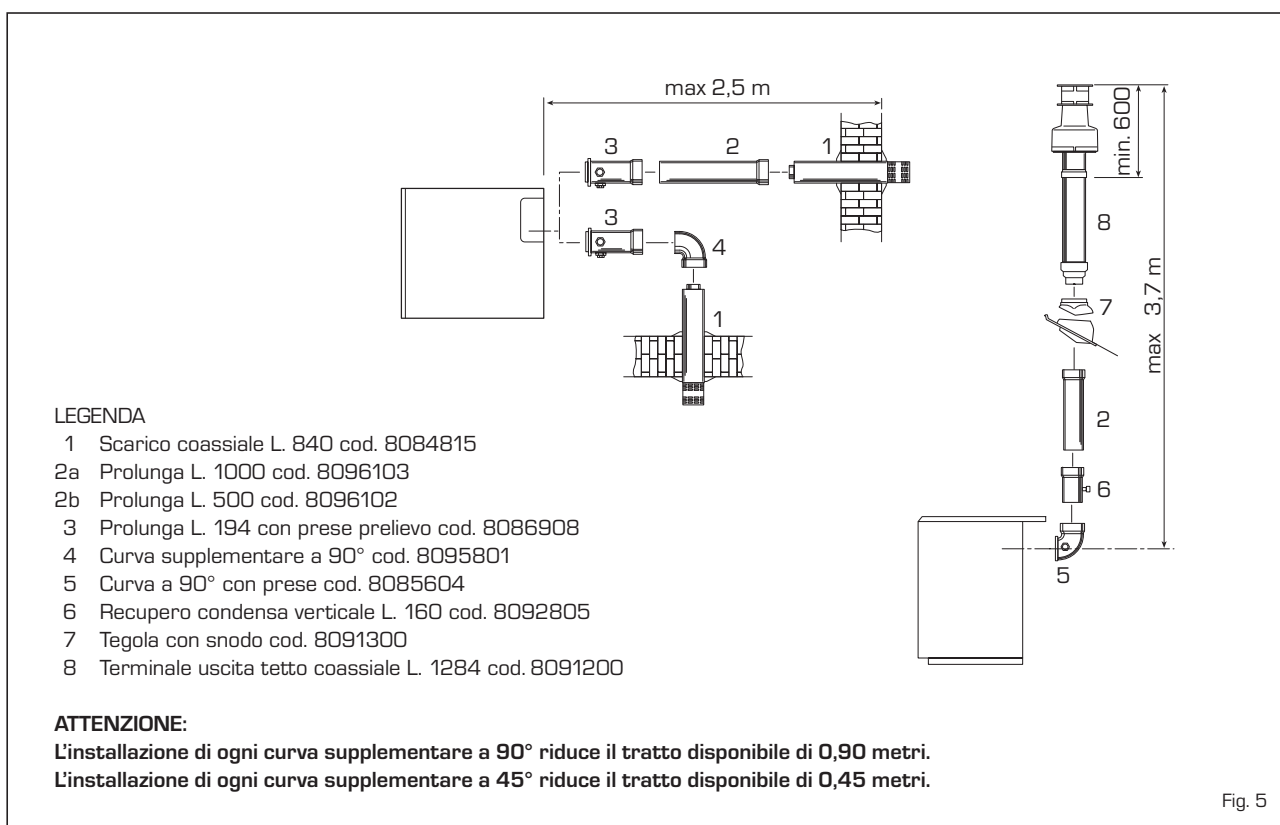

Fig. 5
2.6 INSTALLAZIONE CONDOTTO COASSIALE ø 60/100 (fig. 5)
indicato dalle istruzioni fornite a corredo degli accessori. Gli schemi di fig. 5 illustrano alcuni esempi dei diversi tipi di modalità di scarico coassiale.